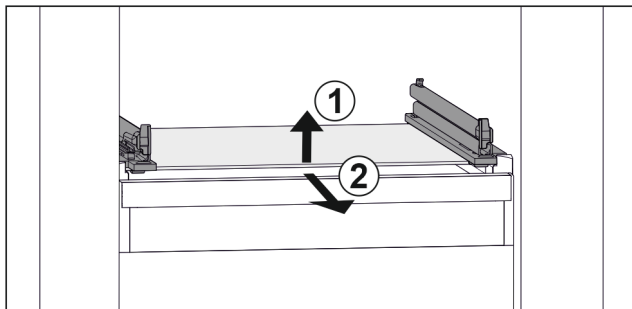

Fig. 140 Beispielhafte Darstellung der Glasplatte
- ▶ Glasplatte vorne anheben. Fig. 140 (1)
- ▶ Glasplatte nach vorne entnehmen. Fig. 140 (2)